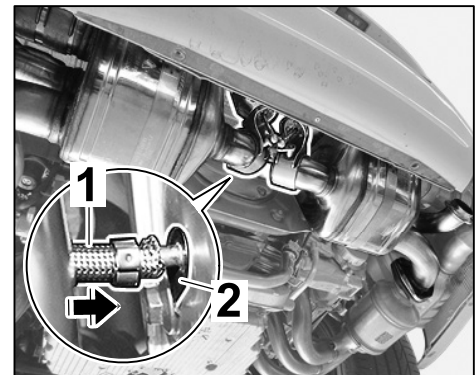

Figure 19
- 3.2.4 Fit steel flexi-pipe ⇒ *Figure 19 -1-* on holder ⇒ *Figure 19 -2-*.